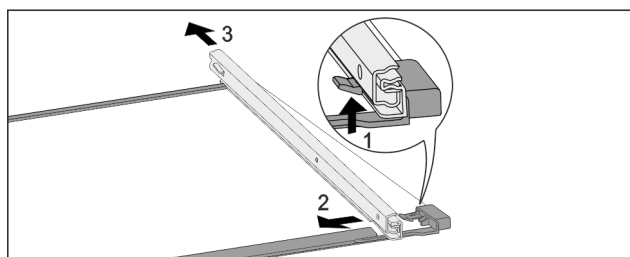

Fig. 246 Stikla plaukts ar sliedēm
- Spiediet priekšējo fiksācijas āķi uz augšu. Fig. 246 (1)
- Aizbīdīdiet izvelkamo sliedi uz sāniem Fig. 246 (2) un uz aizmuguri Fig. 246 (3).